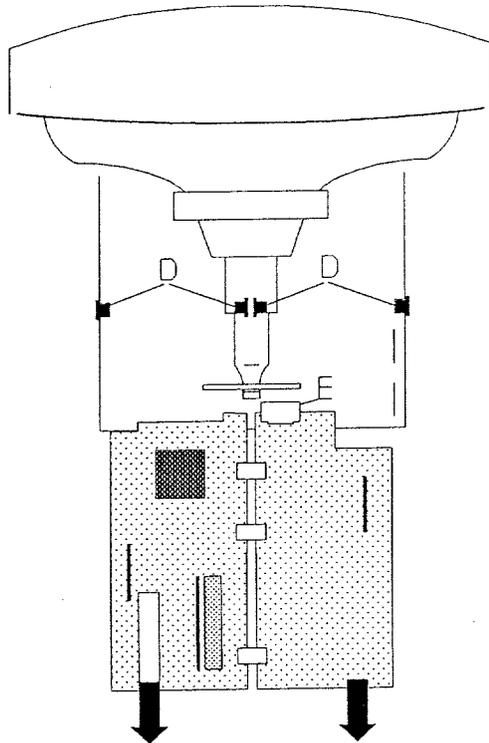

Fig 4.2
2. Position de service pour la mesure des points de "test" (Fig. 4.2)
Retirez l'afficheur électroluminescent E (voir Fig. 4.2) de la carte à grande signaux. Faites basculer la partie arrière des deux cartes vers le haut et fixez ces dernières à l'aide des étriers F, équipant la carte à petite signaux, pour que les deux cartes forment un angle de 90°.